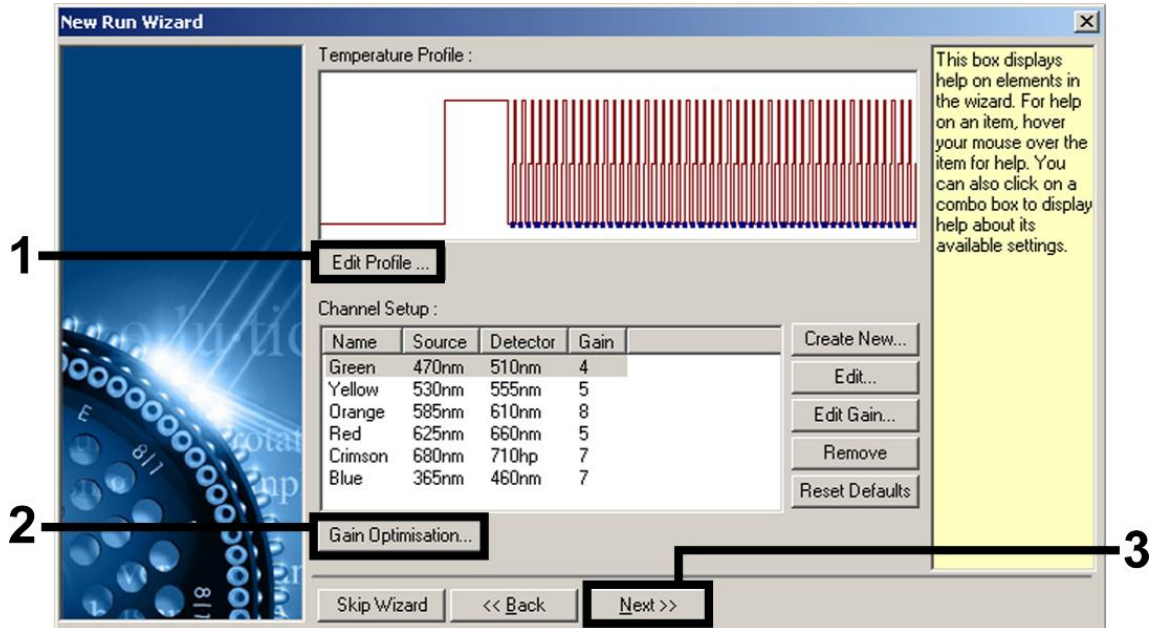
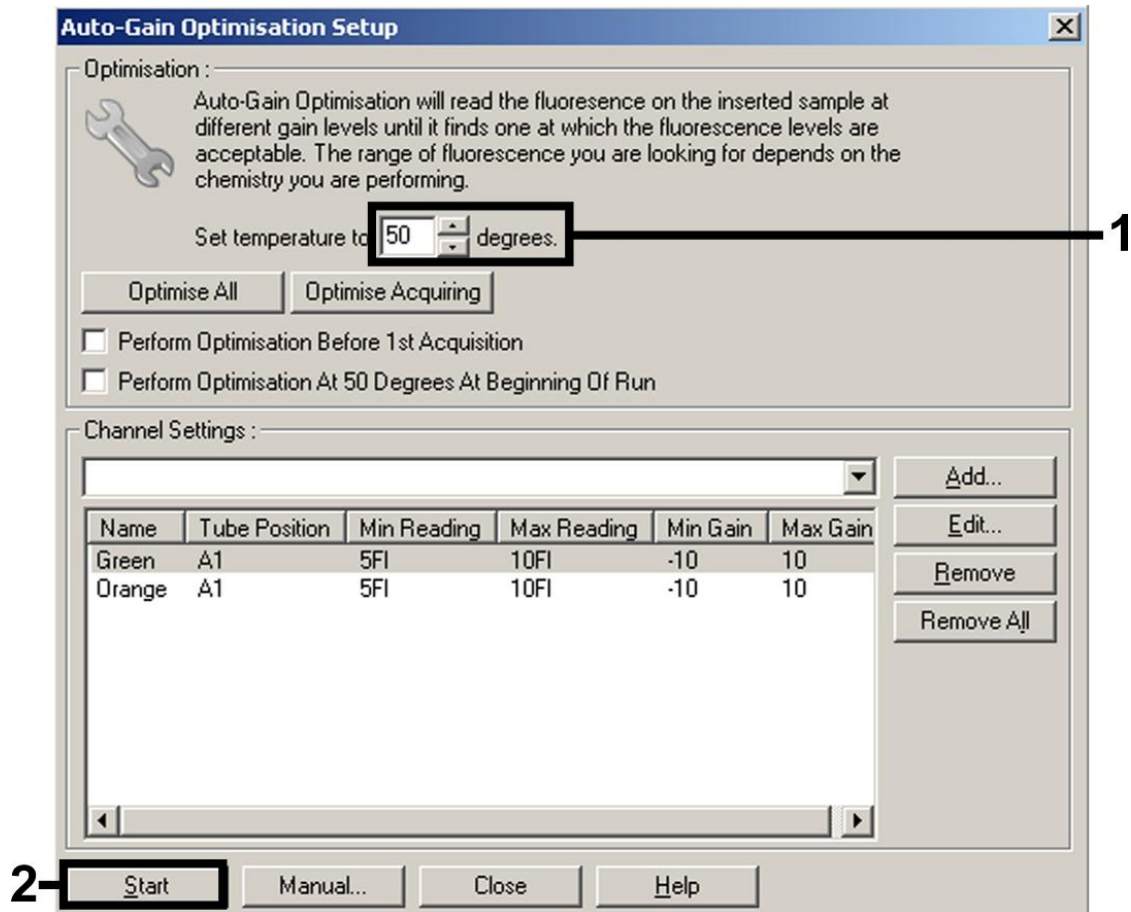

Figura 7. Edição do perfil.
Figura 11. Ajustar a sensibilidade do canal de fluorescência.
Ajustar a sensibilidade do canal de fluorescência	Figura 11
9. O intervalo de detecção dos canais de fluorescência deve ser determinado de acordo com as intensidades de fluorescência nos tubos de PCR. Clicar em "Gain Optimisation" (Otimização de ganho) na caixa de diálogo "New Run Wizard" (ver figura 7) para abrir a caixa de diálogo "Auto-Gain Optimisation Setup" (Configuração da otimização automática de ganho). Definir a temperatura de calibração como 50 para coincidir com a temperatura de anelamento do programa de amplificação (figura 11).